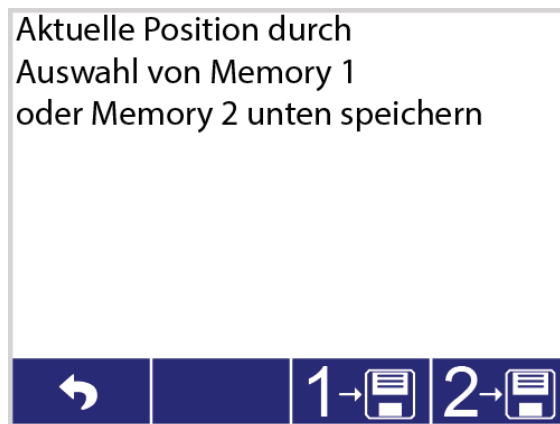

Abbildung 26: Auswählen der Speicherposition
2. Die Tischposition entweder in **Speicherposition 1** oder **Speicherposition 2** speichern (Abbildung 26).